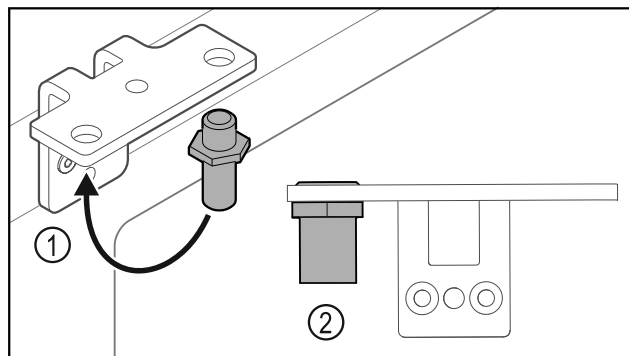

Fig. 36
- Premjestite svornjake Fig. 36 (1) u kutnim šarkama.
- Pritegnite svornjake Fig. 36 (2) okretnim momentom od 12 Nm.